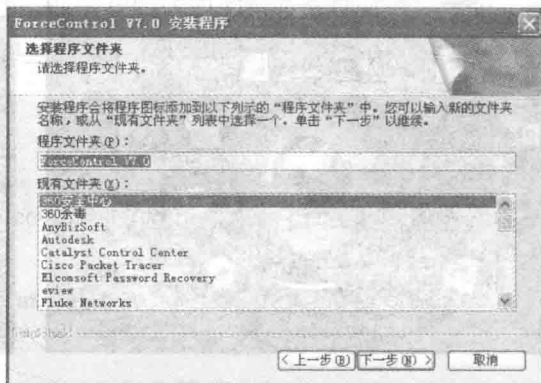

图 1-1-9 “程序文件夹选择”对话框
7) 选择完毕后单击“下一步”按钮,弹出图 1-1-9 所示的“程序文件夹选择”对话框,使用默认程序文件夹即可。